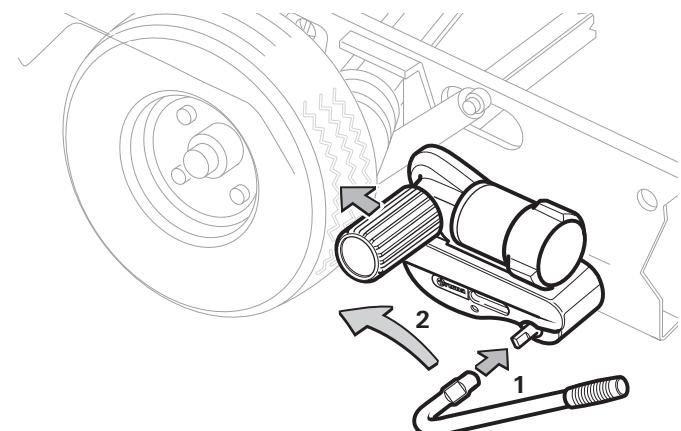
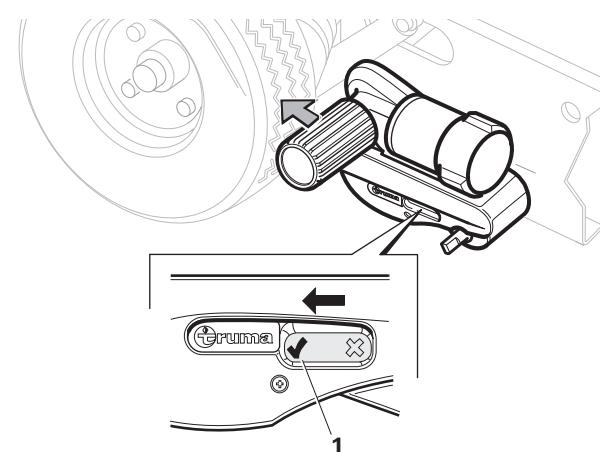

Bild 4
Bild 5
- Den Anschwenkhebel auf die Anschwenkwelle stecken (Bild 4 - 1).
- Anschwenkhebel in Pfeilrichtung (zum Fahrzeugrad hin) (Bild 4 - 2) drehen bis im Gehäuse der Positionsindikator auf „/“ steht (Bild 5 - 1). In der Endstellung rastet die Antriebeinheit sicher ein und die Antriebsrolle wird ca 20 mm in den Reifen gedrückt. Dies ist auf beiden Seiten vor dem Rangieren zu prüfen.